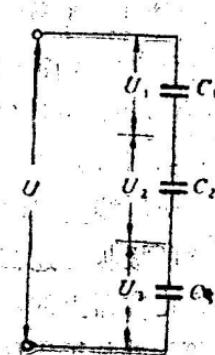

图 10-21
(1) 电容器的串联 把几个电容器的极板首尾相接而联成一串，这种连接方法叫做串联。图 10-21 中的三个电容就是串联在一起的。在两端接上电源后，两端的极板上分别带电荷 $+Q$ 和 $-Q$ ，中间的各个极板也都分别带有 $+Q$ 和 $-Q$ 的感应电荷。即在串联的情况下，每个电容器所带的电量相等。带电后每一个电容器两端都有一定的电位差，即